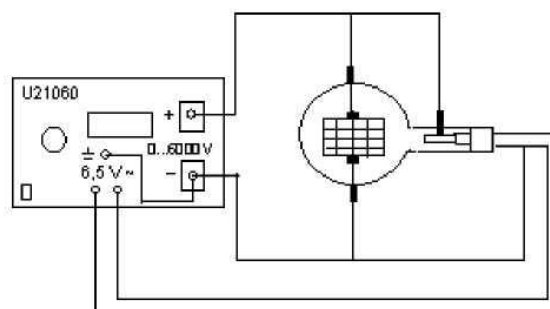

Abb. 2
- Beschaltung der Röhre gemäß Fig. 2 vornehmen.